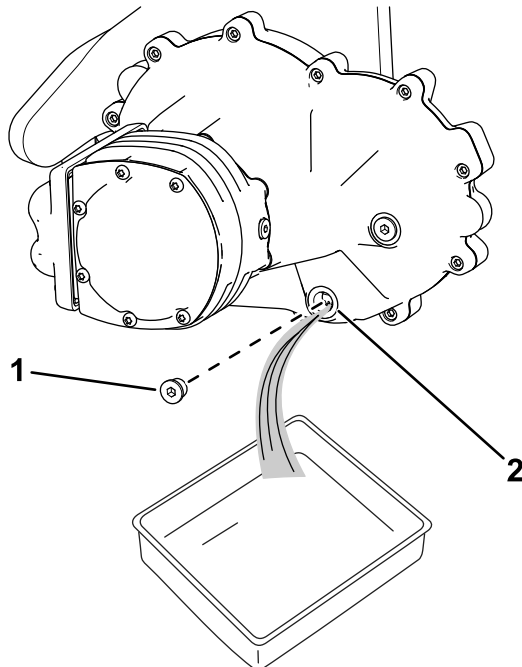

Figure 11
1. Placez un bac de vidange sous le moteur de roue (Figure 11).
2. Enlevez le bouchon de l'orifice de vidange (Figure 11).
5. Remettez le bouchon de vidange dans l'orifice de vidange (Figure 11).